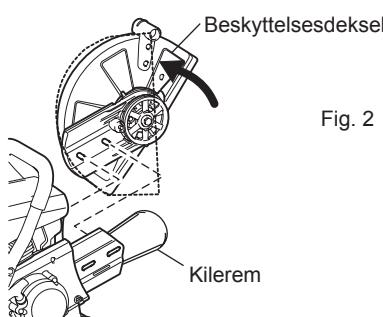

Fig. 3
- Trekk opp låsespindelen med en skrutrekker eller en tang. (Fig. 3)